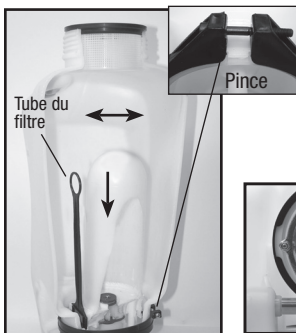

Figure 1
5. Retirez la large pince retenant la chambre de pression et la cuve ensemble (fig. 1).
6. Faites basculer la chambre de pression d'avant à arrière et enfoncez pour le libérer de la cuve (fig. 1).